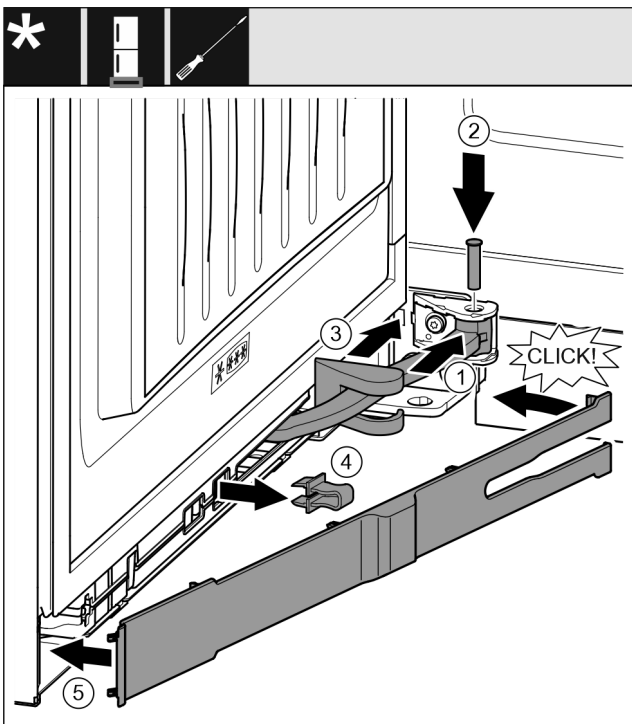

Fig. 69
- ▶ 将铰链 Fig. 69 (1) 旋转至悬挂装置。
- ▶ 用螺丝刀将螺栓 Fig. 69 (2) 插入悬挂装置和铰链。同时注意止动凸轮需正确地处于凹槽中。
- ▶ 沿着铰链推动托架盖 Fig. 69 (3)，并将其安装到悬挂装置上。
- ▶ 取下保险装置 Fig. 69 (4)。
- ▶ 将隔板 Fig. 69 (5) 放上并转入把手侧。